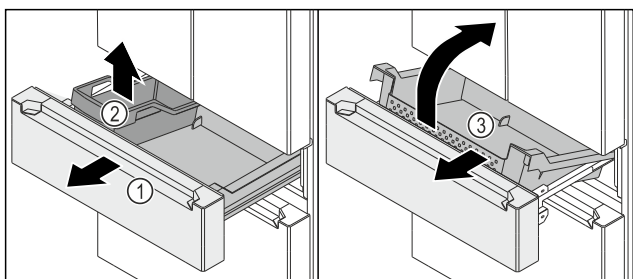

Fig. 149
- ▶ Izvucite izvlačnu kutiju Fig. 149 (1) do graničnika.
- ▶ Izvadite kutiju FlexBox Fig. 149 (2).
- ▶ Spremnik Fig. 149 (3) podignite sprijeda.
- ▶ Spremnik Fig. 149 (3) izvadite ukoso prema naprijed.